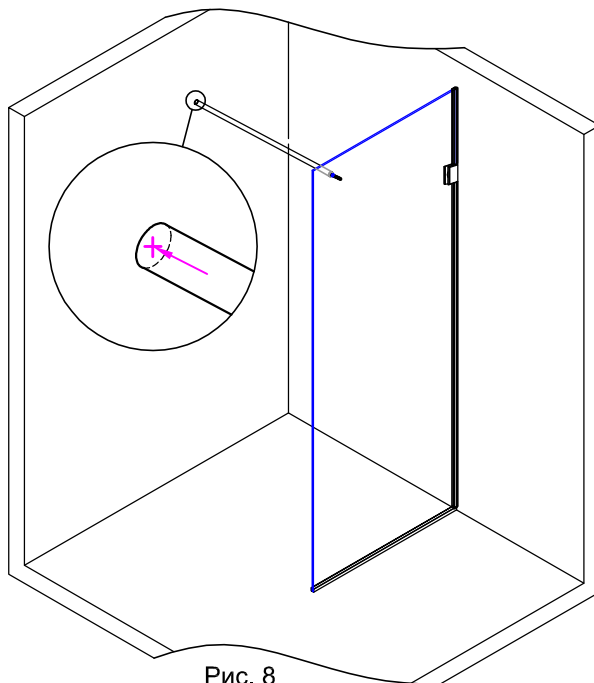

Рис. 8
4.3. При помощи уровня обеспечить горизонтальное положение штанги. На противоположной стене отметить положение оси штанги (рис.8).